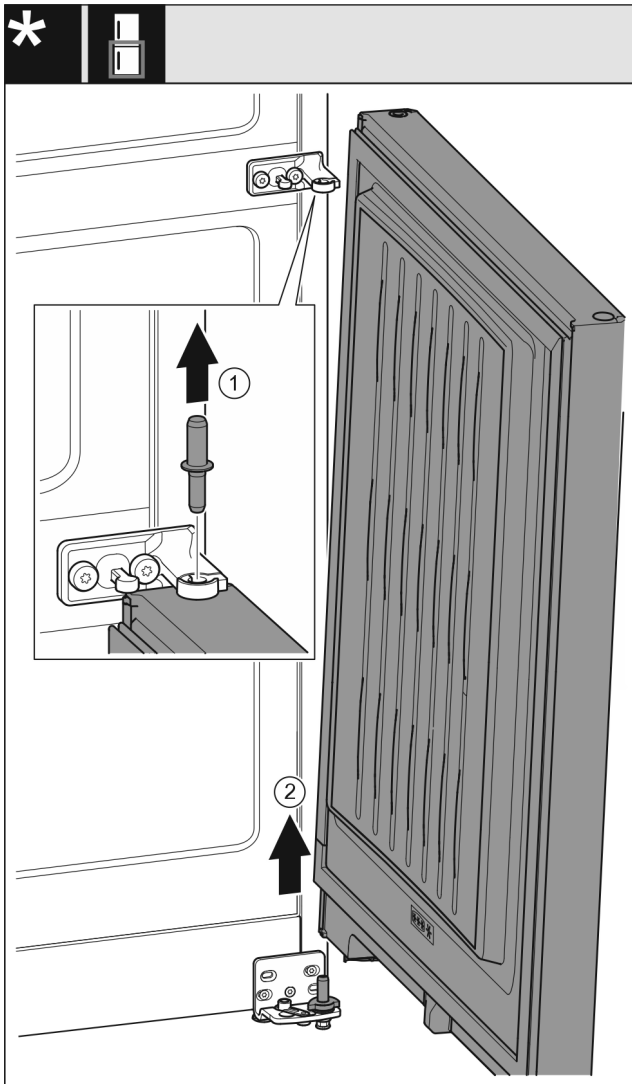

Fig. 13 Pa amortizator të mbylljes
- Nxirrni jashtë bulonin Fig. 13 (1) duke e ngritur lart.
- Anoni paksa derën Fig. 13 (2) për ta ngritur, tërhiqeni lart dhe lëreni mënjanë.